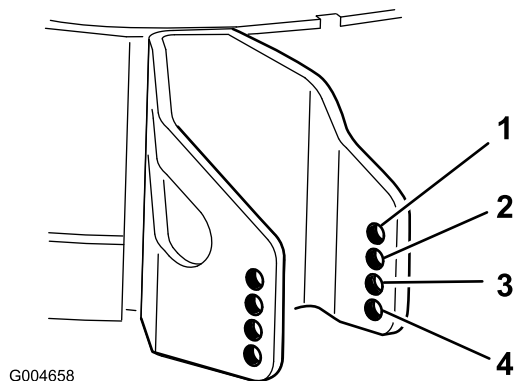

図 23
4. 設定した刈高に一番近い数値の穴を、芝削り防止ローラの取り付け穴とする(図 23)。